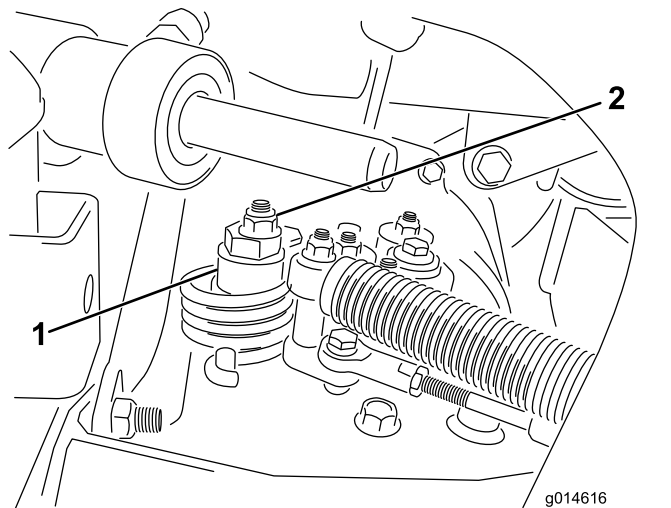

図 46
A. 偏芯ナットをハイドロスタット上部に止めているナットをゆるめる 図 46。
C. どちらにも車輪が回らないように偏芯ナットを回して調整する。調整ができれば固定ナットを締める 図 46。スロットル SLOW および FAST 位置で調整が正しいことを確認する。